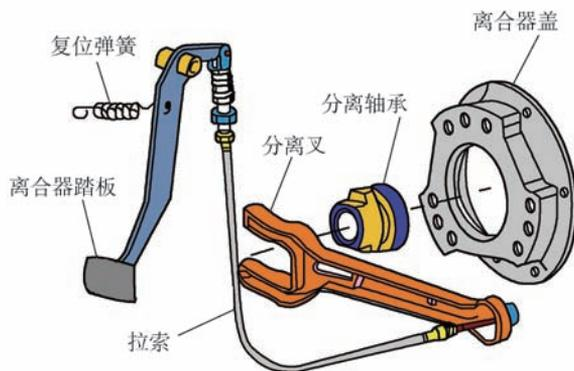

图 2-31 钢索式传动操纵机构
(2) 钢索传动操纵机构。钢索传动操纵机构如图 2-31 所示。钢索传动和杆系传动的工作原理基本相同，只是将杆系传动中的拉杆用钢索来代替。由于钢索是挠性件，因此对其他装置的布置没有大的影响，其安装方便、成本低、保养容易，使用较多。不足之处是在使用过程中，钢索会被拉长，导致踏板自由行程变大，造成离合器分离不彻底，不能增大踏板力，操纵较费力。因此，这种结构形式多用于微型、轻型车辆以及部分早期轿车上。